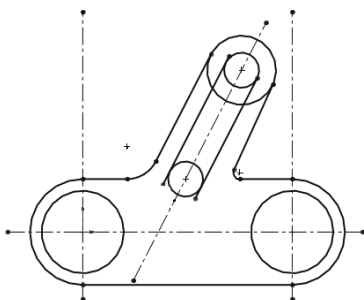

图 2-36 绘制圆角 2
② 重复“绘制圆角”命令，在右侧创建半径为 2 的圆角，结果如图 2-36 所示。